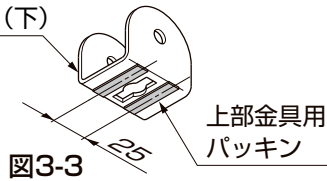

図3-3
- ①上吊用サポート取付け金具(下)に上部金具用パッキンを貼付けてください。(図3-3参照)
(2) サポート取付け金具の取付け